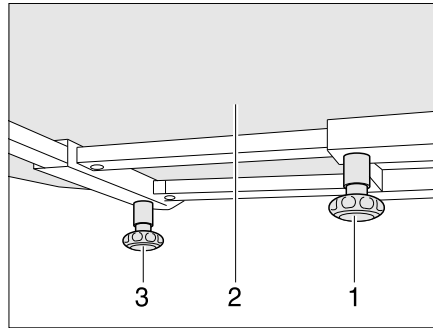

Bild 71 Fester Tisch
- Rändelschraube (Bild 71,1) lösen.
- Tischplatte (Bild 71,2) in die gewünschte Position verschieben.
- Rändelschraube (Bild 71,3) lösen.